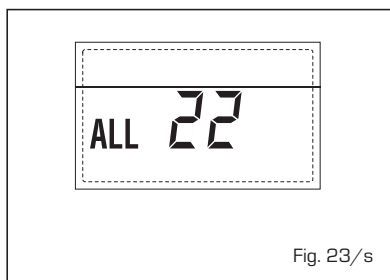

Fig. 23/s
- **ANOMALÍA AVERÍA SONDA IMPULSIÓN SEGUNDA ZONA MEZCLADA "ALL 23" (fig. 23/t)**